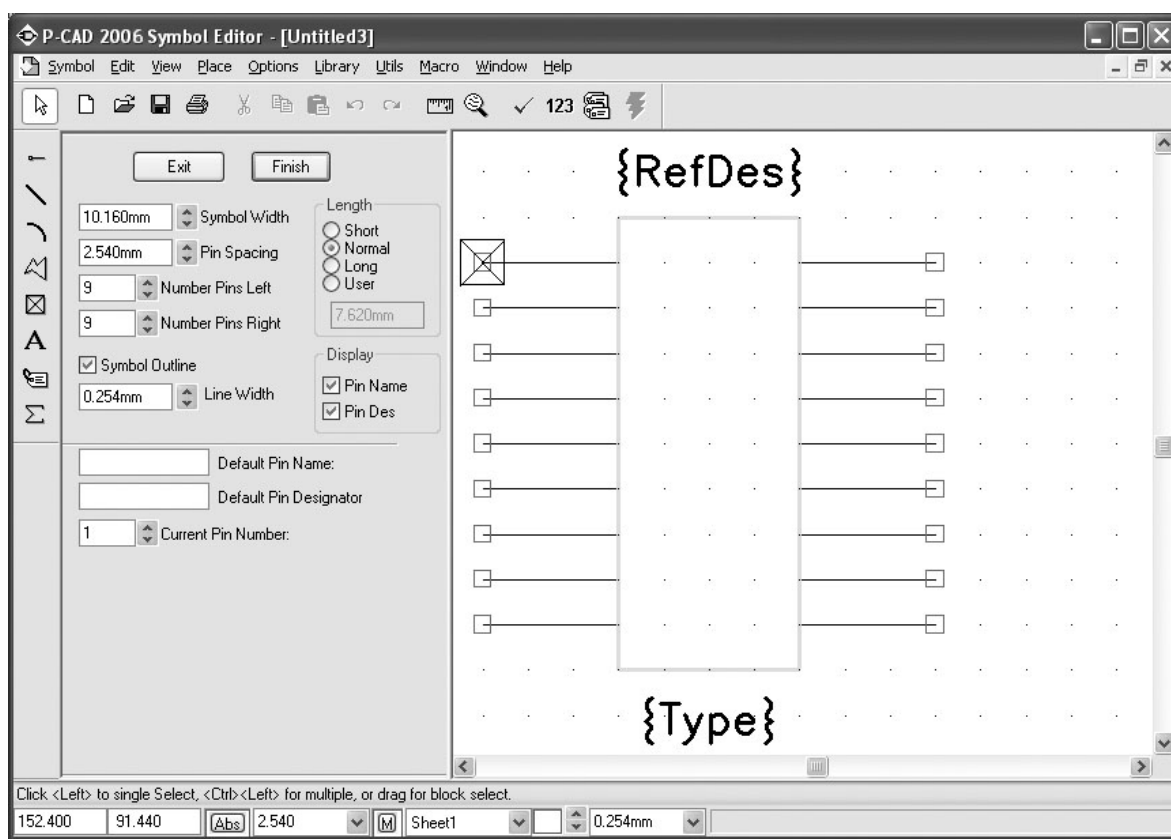

Рис.1.8. Интерфейс команды Symbol Wizard
- Нажать кнопку Symbol Wizard – откроется окно, показанное на рис.1.8., задать свойства и параметры символа: